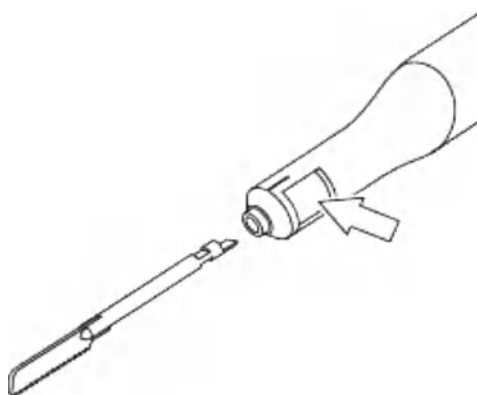

Рис. 1 – Зажмите кнопку
1. Зажмите кнопку (см. рис. 1)